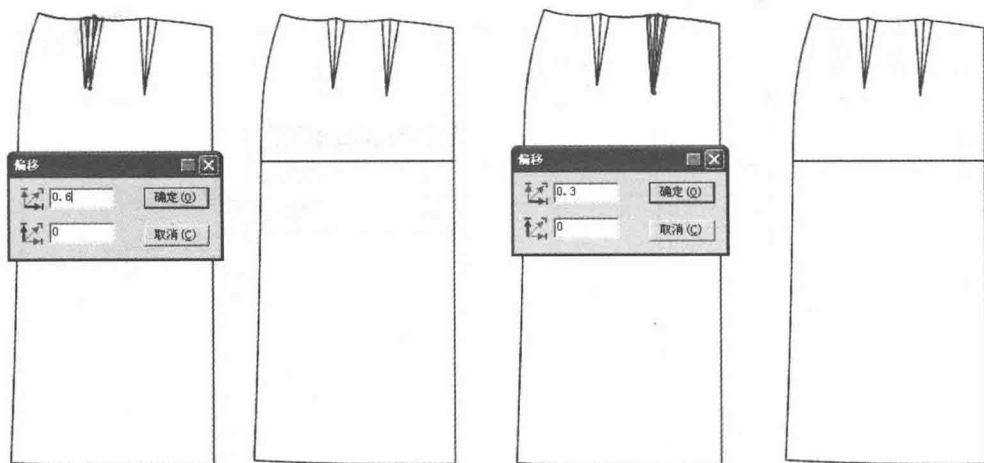

图6-14 调整后片腰省位置
④选择【调整】工具框选后片第一个腰省，按【Enter】键输入横向 0.6cm 即可。继续用【调整】工具框选后片第二个腰省，按【Enter】键输入横向 0.3cm 确认即可（图 6-14）。